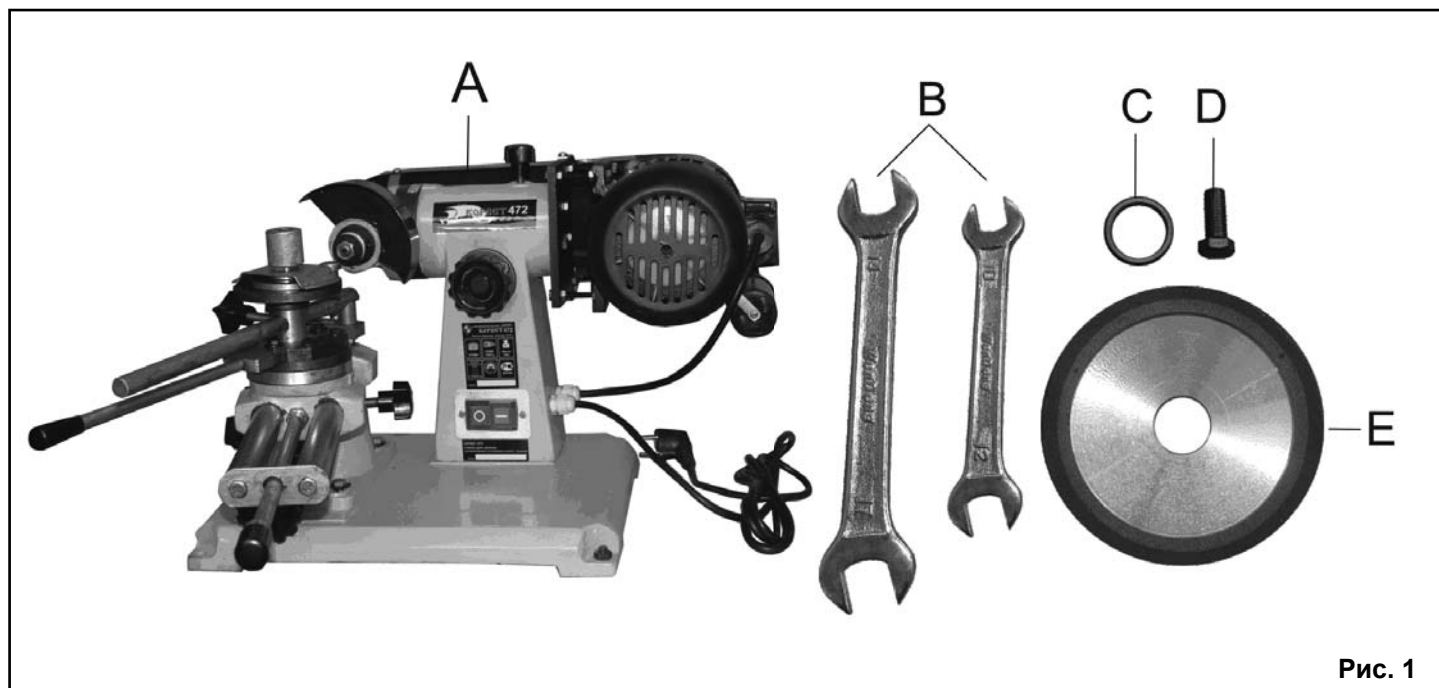

Рис. 1
3.1. В комплект поставки входит (Рис.1.):